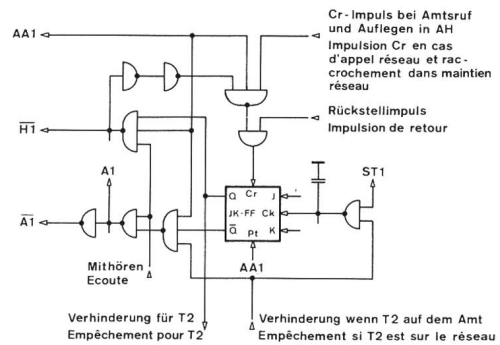

Fig. 11
**Montage pour déterminer l'état du raccordement.** Un circuit flip-flop est attribué à chaque raccordement. Il lui incombe de sélectionner les points de couplage et de mémoriser l'état de conversation. La figure 11 présente ce montage pour le raccordement d'abonné 1.